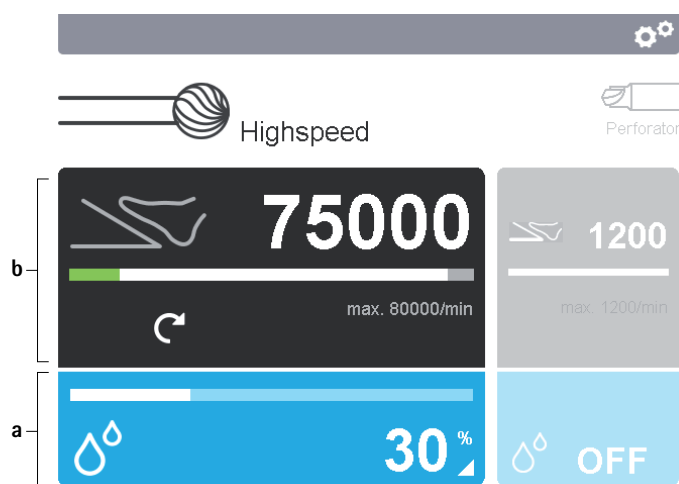

Fig. 5 Activation des zones de commande
- Modification des paramètres de réglage de la partie appliquée: activer la zone de commande Partie appliquée **b** sur le visuel **2**, voir Fig. 5.